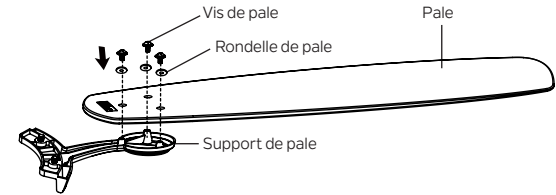

Fig. 18
**Étape 1.** Fixez la pale au support de pale à l'aide de trois vis de pale et de trois rondelles trouvées dans le pack de quincaillerie, comme illustré. Ne serrez pas les vis de pale tant que chaque vis n'a pas été amorcée. Ensuite, serrez chaque vis en commençant par la vis centrale. (Fig. 18)